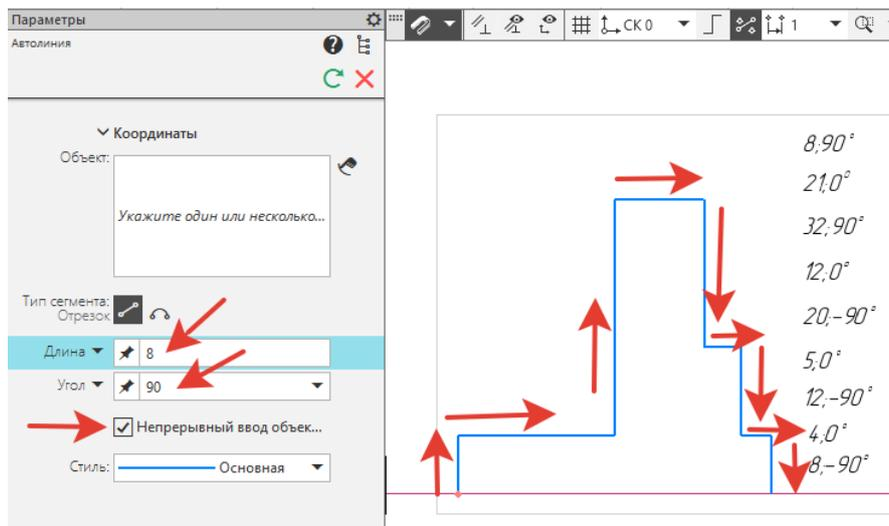

Рисунок 38.
2. **Главный вид**. На инструментальной панели **Геометрия - Вспомогательная горизонтальная прямая**, в любом месте зафиксировать **прямую**, это будет основание главного вида. Деталь симметричная, поэтому будем выполнять ее половину. На инструментальной панели **Геометрия - Автолиния**. В **Параметрах** ввести: **Длина - 8, Угол - 90** и поставить галочку **Непрерывный ввод объекта**. Начало построения нижний левый край, размеры **Длина и Угол** поочередно вводим в параметры (рисунок 38), прямые будут автоматически выстраиваться по стрелкам.